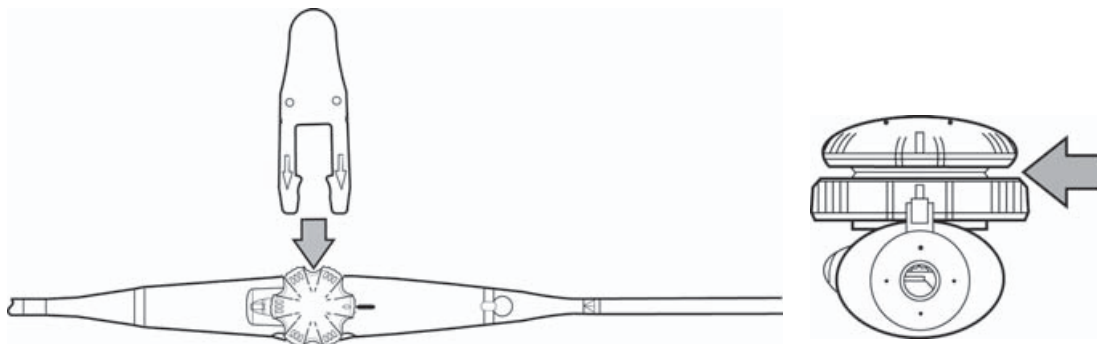

Рисунок 5 Установка инструмента для тестирования на наличие проколов.
- 1 Установите инструмент для тестирования на наличие проколов под регулятор плоскости сканирования, как показано на **Рисунок 5**. Инструмент для тестирования на наличие проколов входит в комплект датчиков TEExi и TEExp.